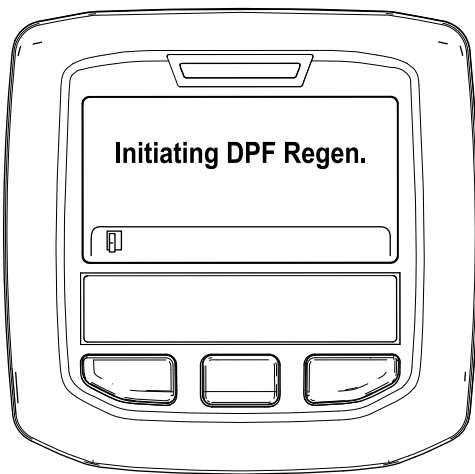

Figura 52
- A. Se muestra el mensaje "Initiating DPF Regen." (Iniciando regeneración de DPF) (Figura 52).